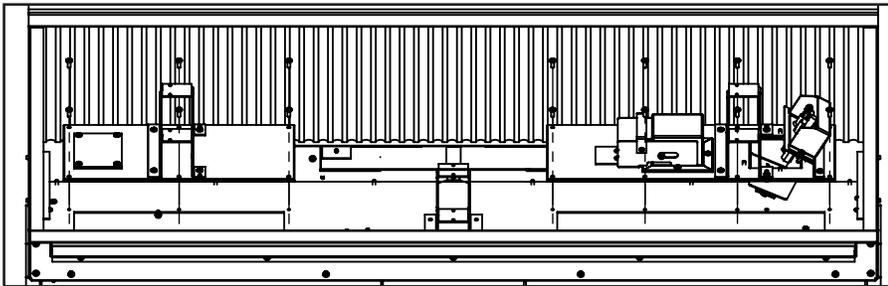

Figure 7. Retrait de la porte d'accès
2. Retirez les (14) boulons T-20 qui maintiennent les panneaux d'accès comme indiqué sur la Figure 7.